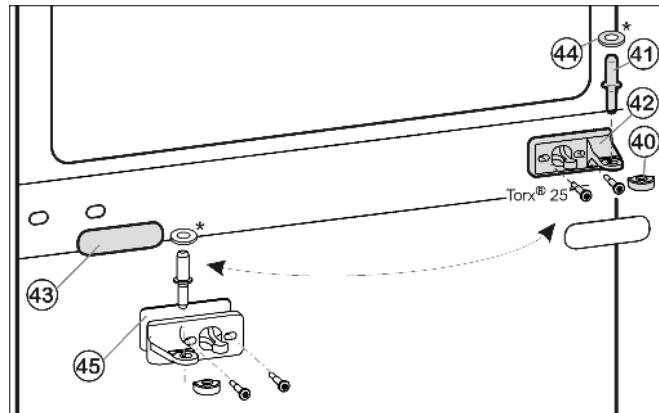

Fig. 13
- ▶ Вытащите из опорного кронштейна и нижней дверцы средний опорный палец Fig. 13 (41).
- ▶ Вытащите средний опорный палец Fig. 13 (41) с шайбой Fig. 13 (44) из опорного кронштейна и нижней дверцы.
- ▶ Снимите пластмассовый колпачок Fig. 13 (40).
- ▶ Открутите средний опорный кронштейн Fig. 13 (42) (2 шт. Torx® 25).
- ▶ Осторожно снимите накладку Fig. 13 (43).
- ▶ Прикрутите средний опорный кронштейн Fig. 13 (42) с подкладкой Fig. 13 (45) с поворотом на 180° на новую сторону шарнира (**с моментом 4 Нм**).
- ▶ Зашелкните накладку Fig. 13 (43), повернув на 180°, на стороне, где теперь будет ручка.
- ▶ Снова наденьте пластмассовый колпачок Fig. 13 (40) на средний опорный кронштейн Fig. 13 (42).
- ▶ Вставьте средний опорный палец Fig. 13 (41) через средний опорный кронштейн Fig. 13 (42) в нижнюю дверцу.
- ▶ Установите шайбу Fig. 13 (44) на средний опорный палец Fig. 13 (41).
- ▶ Установите верхнюю дверцу на средний опорный палец Fig. 13 (41), закройте дверцу и установите верхний опорный кронштейн Fig. 10 (23) так, чтобы он защелкнулся в верхней стороне устройства.